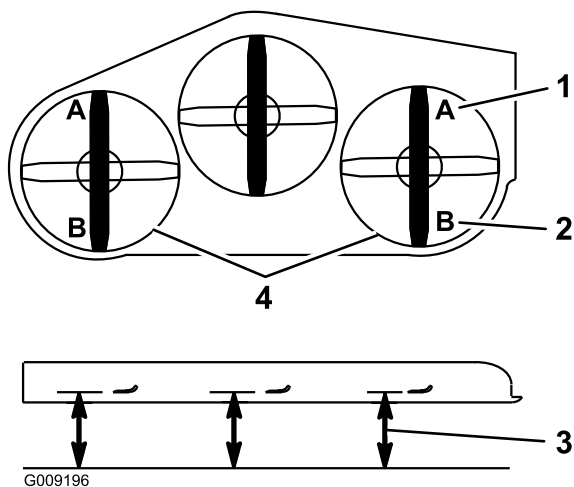

Figura 94
9. Em ambos os lados da plataforma, meça do nível da superfície até à ponta dianteira da lâmina (Posição A) como se mostra na Figura 94.
16. Em ambos os lados da plataforma, meça do nível da superfície até à ponta traseira da lâmina (Posição B) como se mostra na Figura 94.